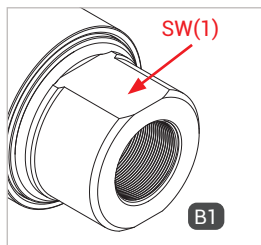

Abbildung 1
- ▶ Halten Sie beim Montieren der Medienleitung an der Schlüsselbohrung SW(1) (Abbildung 1) mit einem Gabelschlüssel gegen.
- ▶ Verschrauben Sie die Betriebsmedienzuleitung „B1“ druckdicht mit dem Anschluss der Medienleitung (Abbildung 1). Anzugsdrehmoment siehe untenstehende Tabelle.